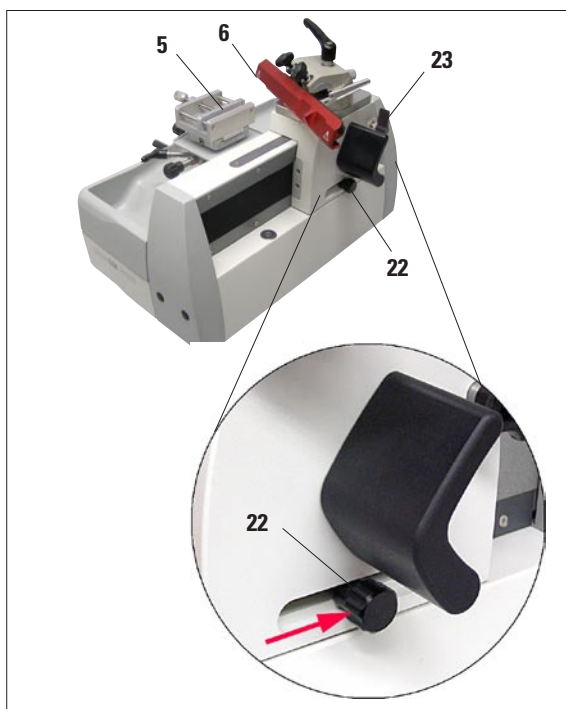

図 25
- 自動送りを調整する際、替刃 / ナイフ（6）を試料（5）のすぐ手前まで移動させて（図 25）、この位置にロックングノブ（23）でロックします。
調整ボタンが最前（左）位置でロックされている場合（図 25）、送りは行われません。